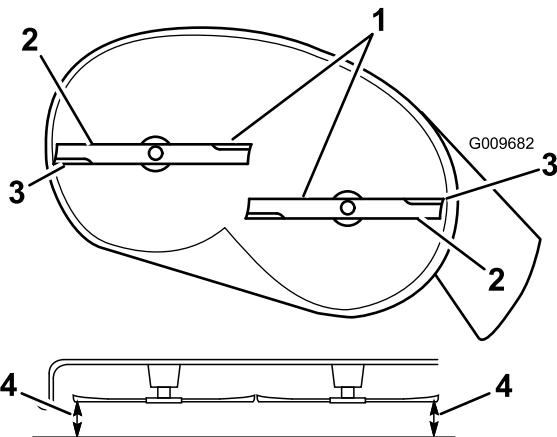

Figura 48
- Gire cuidadosamente las cuchillas hasta que estén todas orientadas lateralmente (Figura 48).
| 5. Mida entre los bordes de corte exteriores y la superficie plana (Figura 48). Si hay una diferencia de más de 5 mm (3/16 pulg.) entre ambas dimensiones, se requiere un ajuste; siga con este procedimiento. |